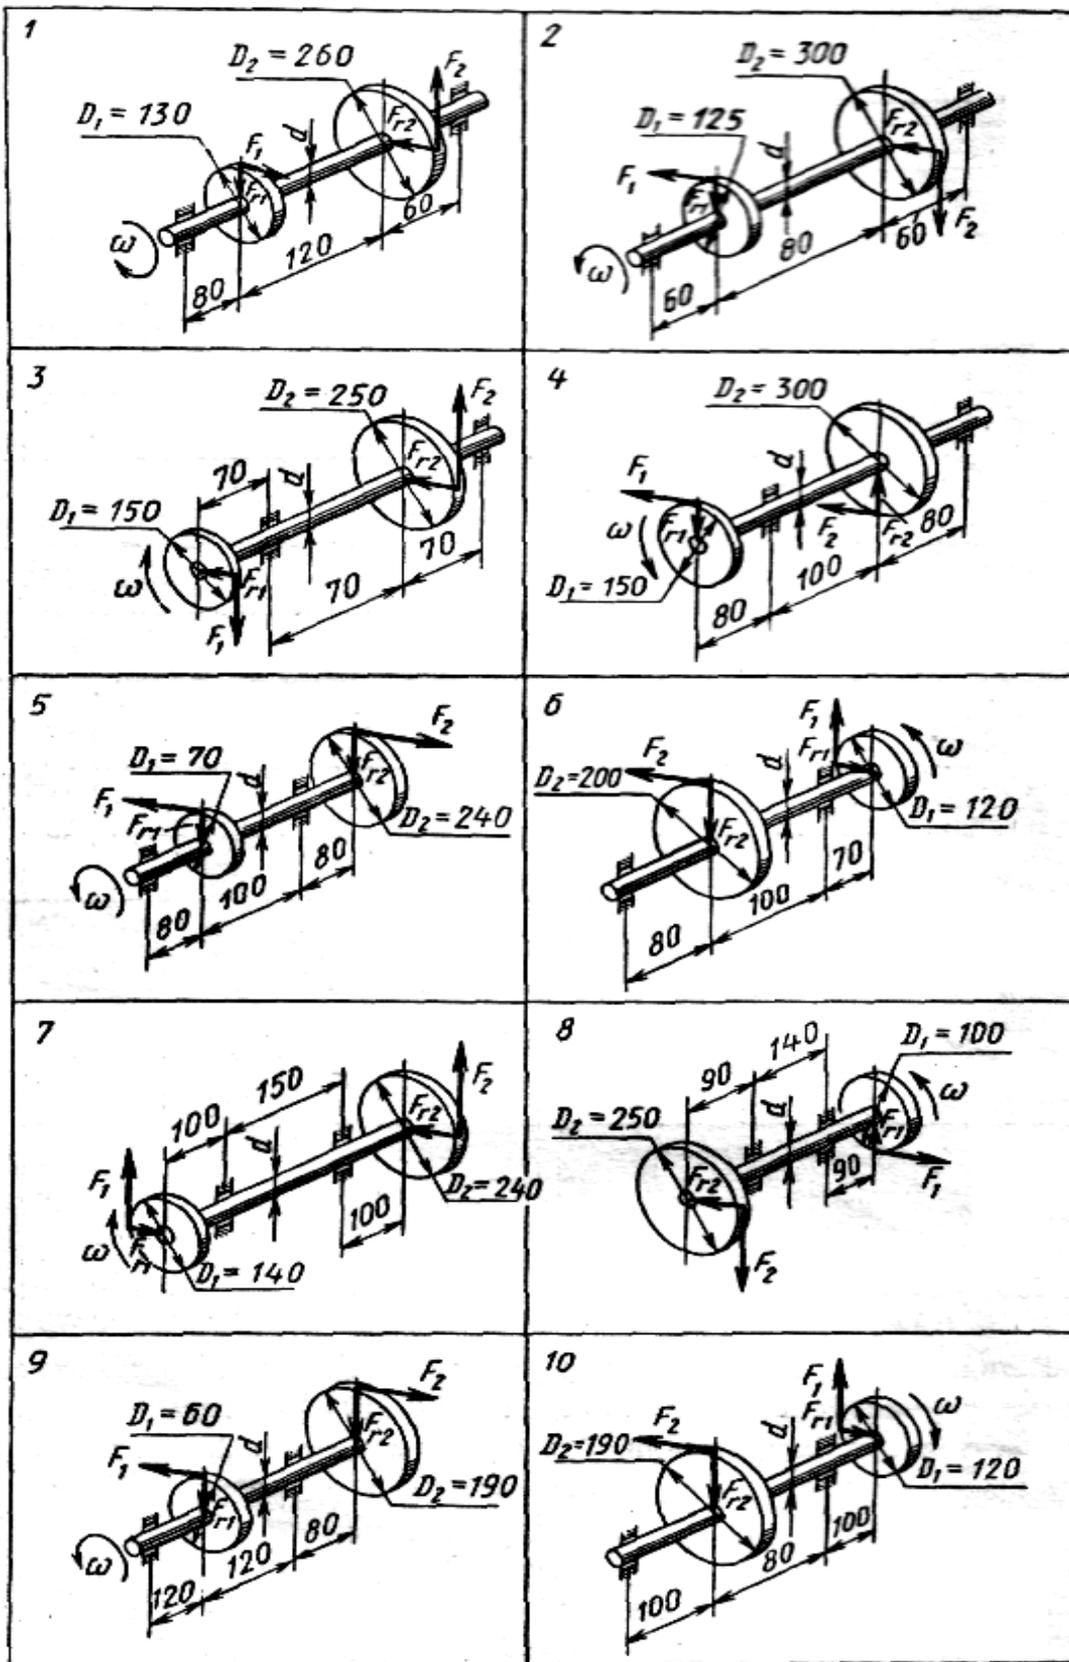

Рисунок 5
**Задачи 51 – 60.** Для стального вала постоянного поперечного сечения с двумя зубчатыми колесами (рис. 5, схемы 1 – 10), передающего мощность  $P$ , кВт, при угловой скорости  $\omega$ , рад/с (числовые значения этих величин для своего варианта взять из табл. 5), 1) определить вертикальные и горизонтальные составляющие реакций подшипников; 2) построить эпюру крутящих моментов; 3) построить эпюры изгибающих моментов в вертикальной и горизонтальной плоскостях; 4) определить диаметр вала, приняв  $[\sigma] = 60$  МПа (в задачах 51, 53, 55, 57, 59) или  $[\sigma] = 70$  МПа (в задачах 52, 54, 56, 58, 60) и полагая  $F_{r1} = 0,4F_1$ ;  $F_{r2} = 0,4F_2$ .
В задачах 51 – 59 расчет производить по гипотезе потенциальной энергии формоизменения, а в задачах 52 – 60 – по гипотезе наибольших касательных напряжений. Все размеры на рис. 5 (схемы 1-10) даны в миллиметрах.